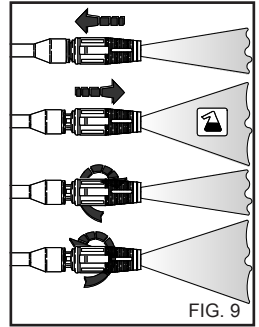

FIG. 9
**EMPLOI DE LA BUSE RE-GLABLE MULTIREG (fig. 9)**